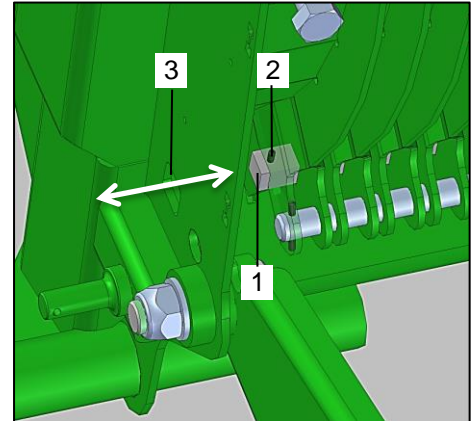

Bild 127: Messerführung
Überprüfen Sie die Welle für die Messeraufnahme (Bild 127 / Pos.1) auf Verschleiß. Bei Verformung oder starker Abnutzung muss die Welle (Bild 127 / Pos. 1) ausgetauscht werden. Gehen Sie hierbei wie folgt vor:
- Entfernen Sie die Splinte (Bild 127 / Pos. 2) auf beiden Seiten der Welle (Bild 127 / Pos. 1).
- Führen Sie z.B. einen Splinttreiber durch die Montagebohrung (Bild 127 / Pos. 3) im Rahmen und treiben Sie die Welle (Bild 127 / Pos. 1) auf der Gegenseite heraus.
- Entnehmen Sie die Welle (Bild 127 / Pos. 1).
- Führen Sie die neue Welle durch die Montagebohrung (Bild 127 / Pos. 3) hindurch und treiben Sie diese zurück in die ursprüngliche Position.
- Sichern Sie die Welle (Bild 127 / Pos. 1) auf beiden Seiten mit einem Splint (Bild 127 / Pos. 2).